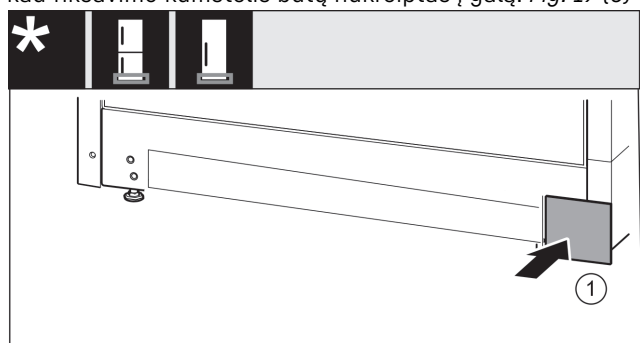

Fig. 20
- ▶ Vėl uždėkite uždangalą kitoje pusėje. Fig. 20 (1)